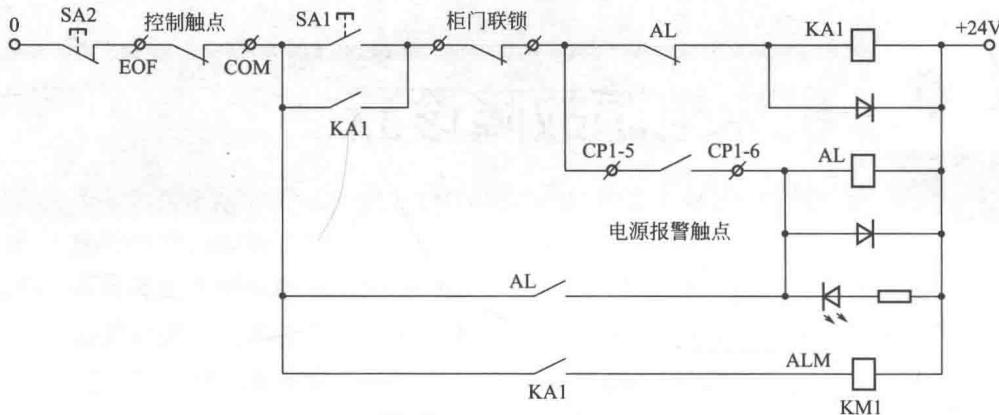

图 1-1 系统电源的控制回路
(1) 经测量，发现系统所用的交流电源没有加上。
(2) 系统电源的控制回路见图 1-1。经过一系列的检查，发现在系统电源的控制回路中，联锁控制触点 EOF-COM 没有接通，导致电源接触器 KM1 不能吸合。